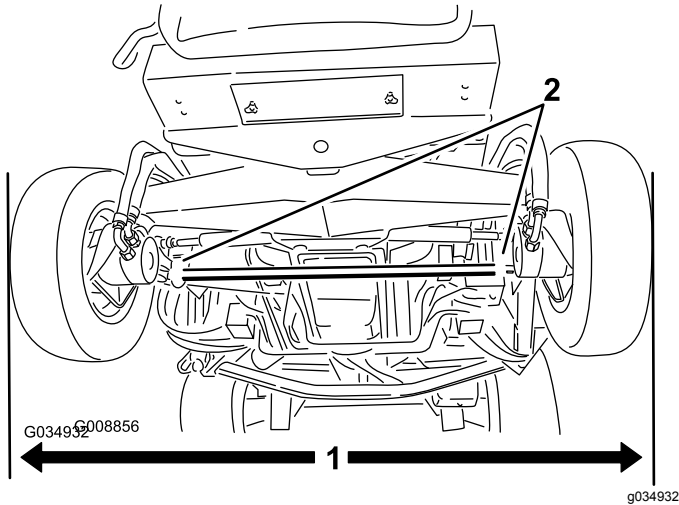

Figura 115
1. Con gli pneumatici posteriori in posizione diritta, misurate la distanza esterna (all'altezza dell'assale) sulla parte anteriore e posteriore degli pneumatici posteriori (Figura 115).
2. Per regolare la convergenza, allentate i morsetti su entrambe le estremità dei tiranti (Figura 115).